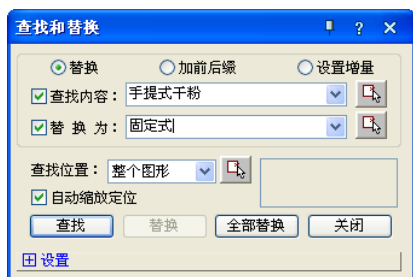

图 9-35 【查找和替换】对话框
② 单击“文字表格”→“查找替换”命令，系统弹出【查找和替换】对话框，设置查找和替换内容参数如图 9-35 所示。